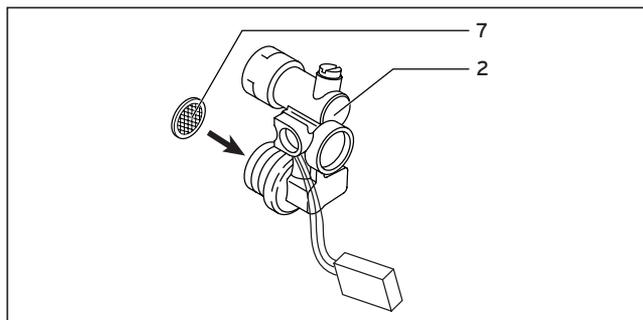
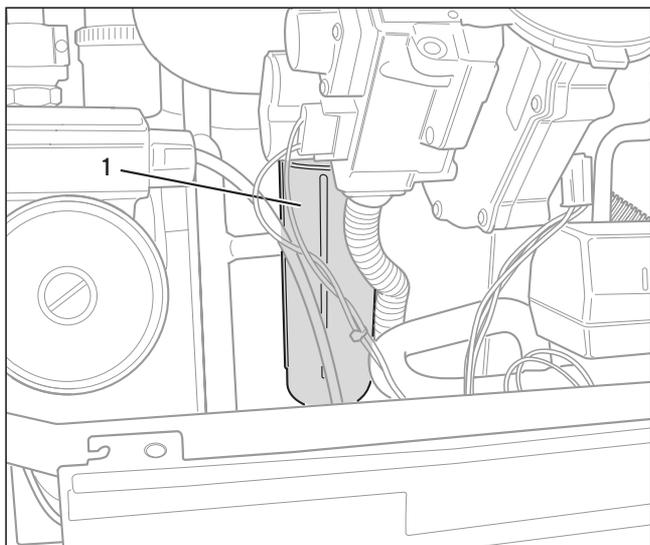

Рис. 7.8 Aqua-датчик с фильтром
Рис. 7.9 Очистка сифона
- Снимите скобу (1) с Aqua-датчика (2) (см. рис. 7.9).
- Отпустите резьбовое соединение (3) на нижней стороне аппарата.
- Снимите скобу (4) с нижней стороны аппарата.
- Снимите кабель (5).
- Вытащите весь блок (2).
- Вытащите фильтр (7) (см. рис. 7.8) из Aqua-датчика и очистите фильтр под струей воды.